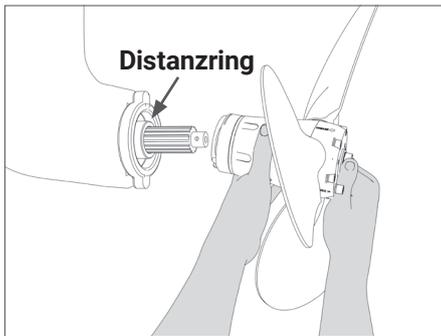

ABB. 1 Aufstecken des Propellers auf die Saildrive-Welle
- Stecken Sie die komplette Propellereinheit auf die Welle des Saildrives (**Abb. 1 und 2**) und halten Sie sie vor der Befestigung in Position.